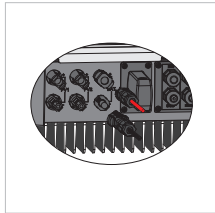

Fig. 33
**Connexion de la batterie :** confirmez la connexion entre l'EH et la batterie : polarité (+/-) non inversée, référez-vous à la Fig. 33.